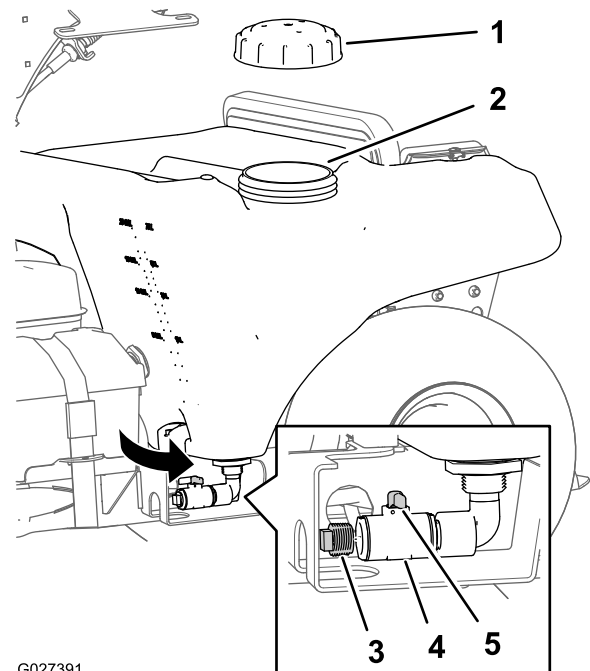

Figure 52
2. Vérifiez que les leviers de pulvérisation angle étroit et grand angle sont en position DÉSACTIVÉE et que la manette du robinet de vidange de la cuve est tournée de 90° dans le sens antihoraire à la position FERMÉE (Figure 52).
4. Ouvrez le bouchon de la cuve du pulvérisateur (Figure 52).